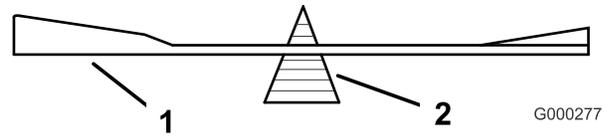

Figura 58
2. Verifique el equilibrio de la cuchilla colocándola sobre un equilibrador de cuchillas (Figura 58). Si la cuchilla se mantiene horizontal, está equilibrada y puede utilizarse.
Si la cuchilla no está equilibrada, rebaje algo el metal en la parte de la vela solamente (Figura 58). Repita este procedimiento hasta que la cuchilla esté equilibrada.